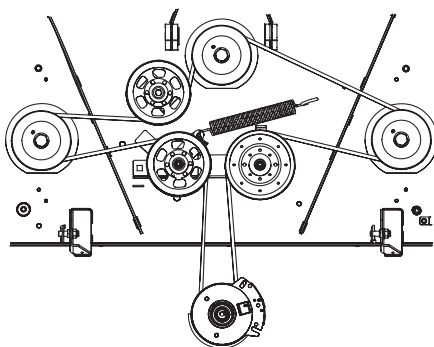

Figure 4-19
6. Placez la courroie autour des poulies de tension retirées à l'étape 3 avec le côté en « V » vers le bas. Après avoir installé la courroie, installez la quincaillerie et serrez l'écrou autobloquant pour fixer l'assemblage. Voir Figure 4-19.
7. Installez la courroie comme indiqué à la Figure 4-19, puis réinstallez le plateau de coupe (voir *Installation du plateau de coupe*).